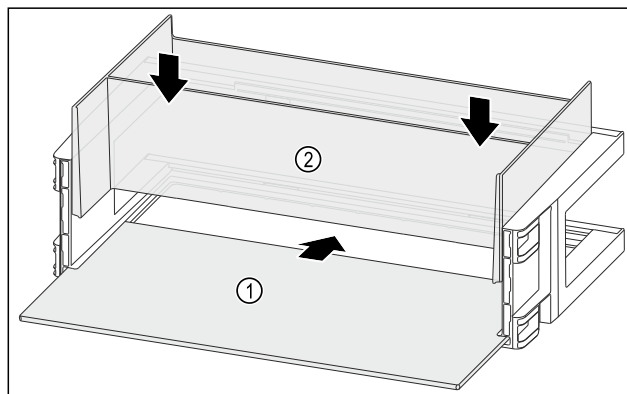

Fig. 98
- Wsunąć półkę Fig. 98 (1) w boczne wycięcia.
- Włożyć organizator Fig. 98 (2).